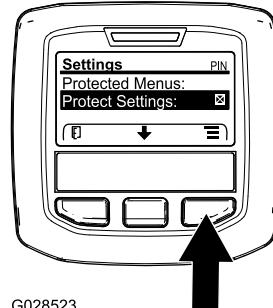

Figure 36
- Dans le MENU PRINCIPAL, appuyez sur le bouton central pour naviguer jusqu'au menu RÉGLAGES, puis appuyez sur le bouton droit (Figure 36).